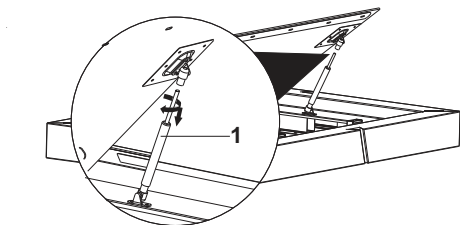

Abb. 10
2. ➔ Den Gasdruckdämpfer in Pfeilrichtung drehen und öffnen (Abb. 10).